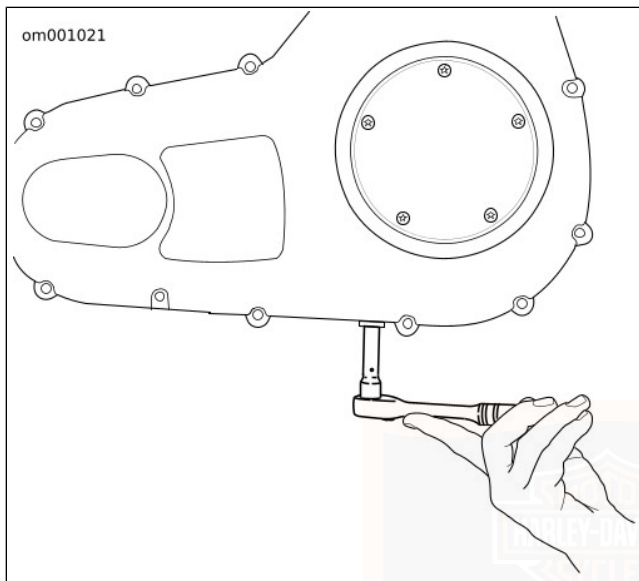

Abbildung 38. Die Kettengehäuse-Ablassschraube auf ein Drehmoment von 19–28 N·m (14–21 ft·lb) anziehen.
3. Siehe Abbildung 38. Die magnetische Ablassschraube unten am inneren Primärkettengehäusedeckel entfernen. Das Schmiermittel in einen geeigneten Behälter ablaufen lassen.